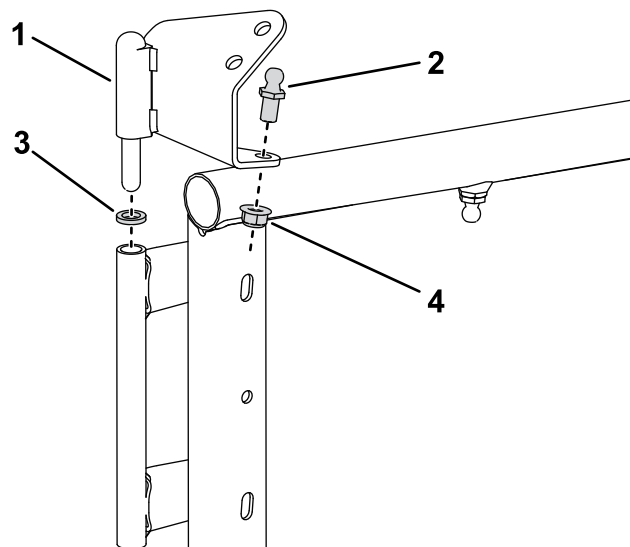

Figura 4
3. Montate uno spinotto sulla cerniera superiore sinistra, come illustrato nella Figura 4; serrate a 10-12 N·m.
4. Montate la cerniera superiore sinistra e un distanziale sulla parte superiore del perno, come illustrato nella Figura 4.